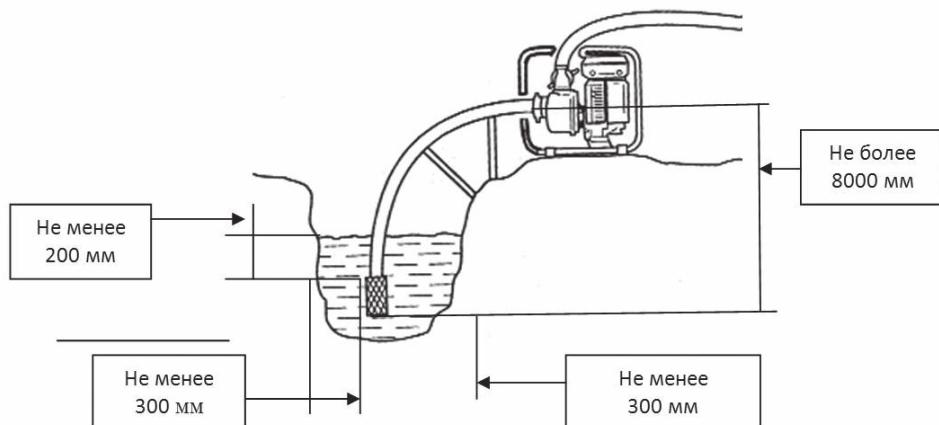

Рис.9
- Установите мотопомпу вблизи водоема (емкости) на твердую ровную горизонтальную поверхность, опустите фильтр всасывающего рукава в водоем(емкость), обеспечив вертикальное положение фильтра. При установке фильтра соблюдайте все необходимые расстояния, как показано на Рис.9.